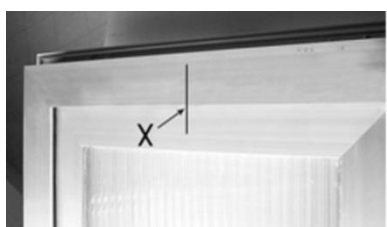

Рисунок 7
- n) Начертите карандашом среднюю линию "X" оконного блока (Рис. 7) или разделите его на равные части в случае монтажа нескольких приводов SYNCRO.